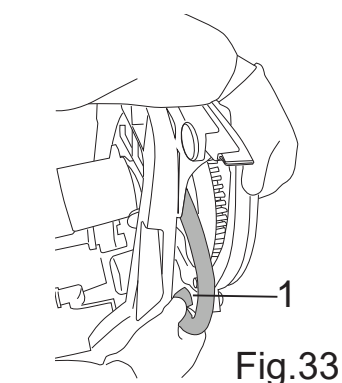

Fig.33
- Отсоедините шланг от распределительного клапана и от переднего скребка (рис. 33 - поз. 1).